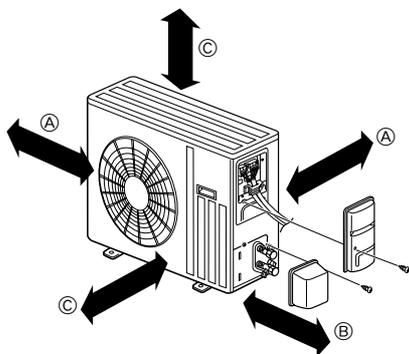

Fig. 3-2
3.2. Sezione esterna (Fig. 3-2)